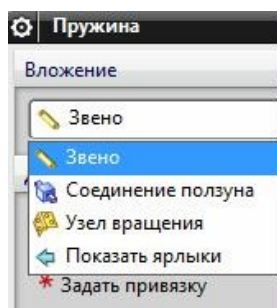

рис.9
- Но оказывается, *Пружину* можно вставить в уже существующий *вращательный шарнир* или внутрь некоторого *ползуна* (рис.9). Таким образом, мы можем смоделировать подпружиненный *шарнир*, или *ползун*.